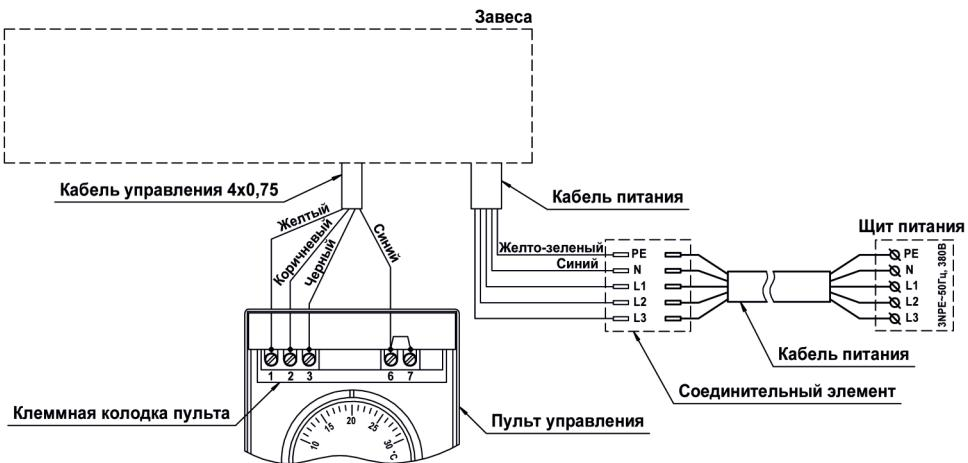

Рис. 4 Схема подключения
6.6 Подключение к стационарной электросети производить в соответствии со схемами, приведенными на рис. 4 Приложения и на корпусе завесы. Жилы кабеля, идущего от источника питания необходимо соединить с жилами силового кабеля, выведенного из корпуса завесы. Соединение производить с помощью kleиммной колодки или специальных соединительных зажимов, обеспечивающих надежную изоляцию и фиксацию проводов (в комплект поставки не входят).